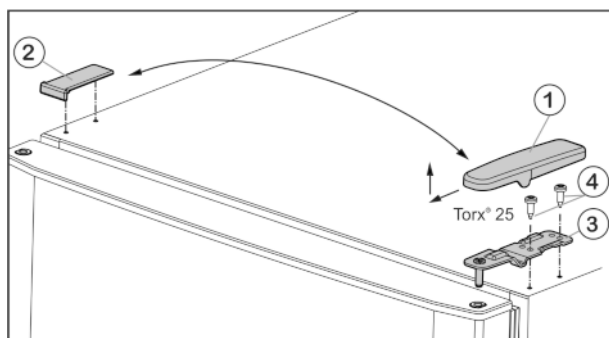
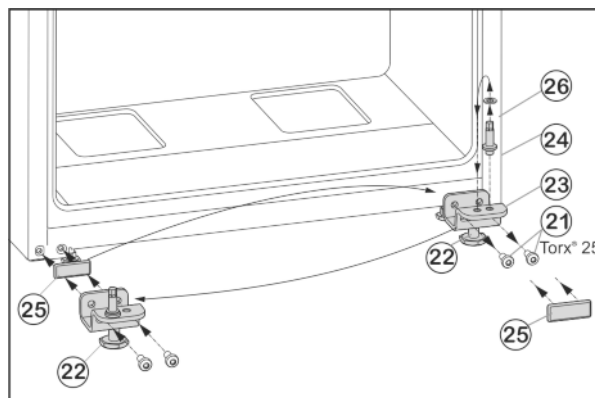

Fig. 4
Fig. 6
- Kryt Fig. 4 (1) stáhněte dopředu a nahoru.
- Kryt Fig. 4 (2) zvedněte.
- Horní stojan ložiska Fig. 4 (3) odšroubujte (2 krát Torx® 25) Fig. 4 (4) a stáhněte nahoru.
- Upevňovací šrouby Fig. 6 (21) odšroubujte.
- Vyjměte spodní stojan ložiska Fig. 6 (23) i s ložiskovým čepem Fig. 6 (24), podložkou Fig. 6 (26) a seřizovací nožkou Fig. 6 (22).
- Ložiskový čep Fig. 6 (24) kompletně odšroubujte i s podložkou Fig. 6 (26), přemístěte do protilehlého upínacího otvoru stojanu ložiska a opět přišroubujte.
- Krycí desku Fig. 6 (25) opatrně sejměte a přemístěte ji na protější stranu.
- Spodní stojan ložiska Fig. 6 (23) opět kompletně, i s ložiskovým čepem Fig. 6 (24), podložkou Fig. 6 (26) a seřizovací nožkou Fig. 6 (22), případně s pomocí akumulátorového šroubováku **silou (4 Nm)** našroubujte na nové straně závěsu dveří.
- Spodní dveře nasadte shora na ložiskový čep Fig. 6 (24).
- Prostřední stojan ložiska (13) otočený o 180° nasadte do spodních dvířek a našroubujte jej pomocí upevňovacích šroubů (11) (2 x Torx® 25) pevně na novou stranu závěsu dveří (4 Nm).
- Opět nasadte plastovou podložku (10).
- Horní dvířka usadte na prostředním ložiskovém čepu (13).
- Horní stojan ložiska Fig. 4 (3) vložte na nové straně závěsu do dvířek.
- Horní stojan ložiska **pevně přišroubujte (4 Nm)** (2krát Torx® 25) Fig. 4 (4). Popřípadě použijte akumulátorový šroubovák.
- Kryt Fig. 4 (1) na opačné straně zvenčí nasadte a nechte zaklapnout.
- Kryt Fig. 4 (2) vždy na opačné straně shora nasadte a nechte zaklapnout.
- Seřizovací nožku Fig. 6 (22) na spodním stojanu ložiska Fig. 6 (23) vytáchejte, až dosedne na zem.